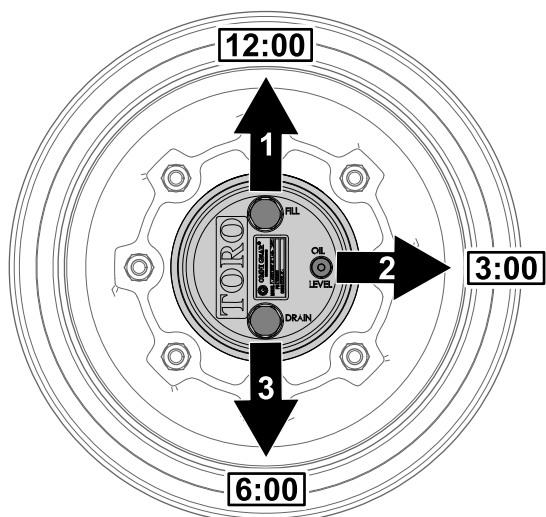

Рисунок 66
1. Припаркуйте машину на ровной поверхности, расположите колесо так, чтобы пробка заливного отверстия находилась в положении «12 часов», пробка контрольного отверстия – в положении «3 часа», а пробка сливного отверстия – в положении «6 часов» (Рисунок 66).
2. Снимите пробку контрольного отверстия, расположенную в положении «3 часа» (Рисунок 66).
см. Рисунок 66 в разделе Проверка масла в планетарном редукторе (страница 57).